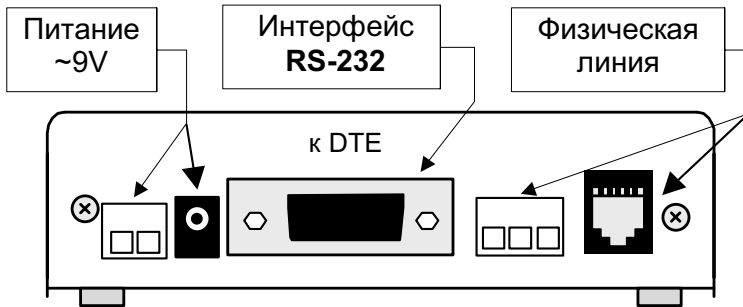

Рис. 4. Задняя стенка модема
На задней стенке модема расположены разъёмы для подключения кабеля RS-232, физической линии и питания (см. Рис. 4). Назначение контактов разъёмов приведено в приложении, см. Приложение 1 на стр. 44. Разъёмы и клеммники включены параллельно, подключение следует производить только к одному из них.
2. Подключить и закрепить фиксирующими винтами разъём интерфейсного кабеля к 9- контактному разъёму RS-232, расположенному на задней стенке модема, см. Рис. 4 на стр.14. При подключении синхронного оборудования 9-контактный разъём переходника подключается к 9-контактному разъёму модема, затем интерфейсный кабель подключается через 25-контактный разъём к переходнику.